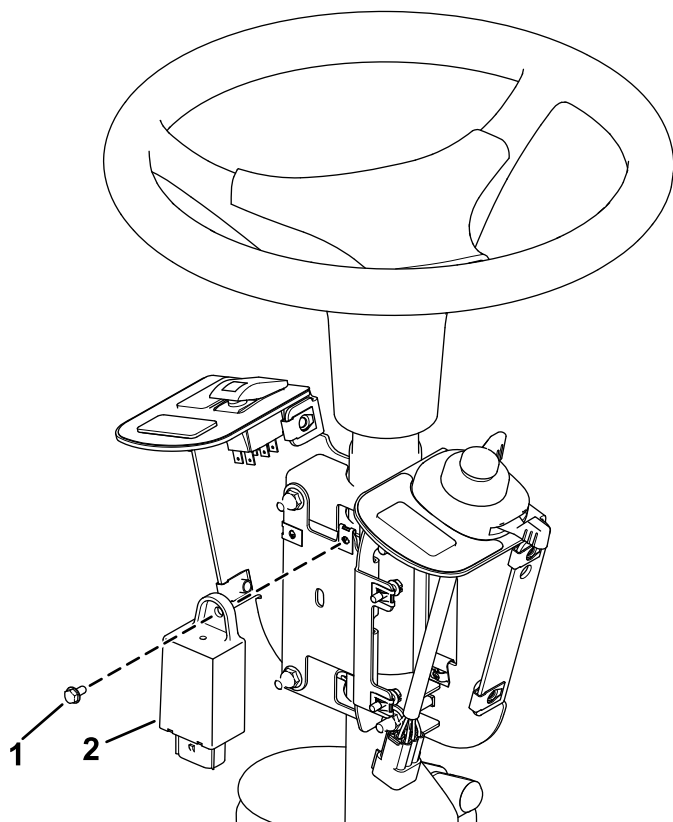

Figura 6
4. Instale o pisca na placa de montagem do fusível utilizando um parafuso (n.º 10 x 3/8 pol.) como se mostra na Figura 6.